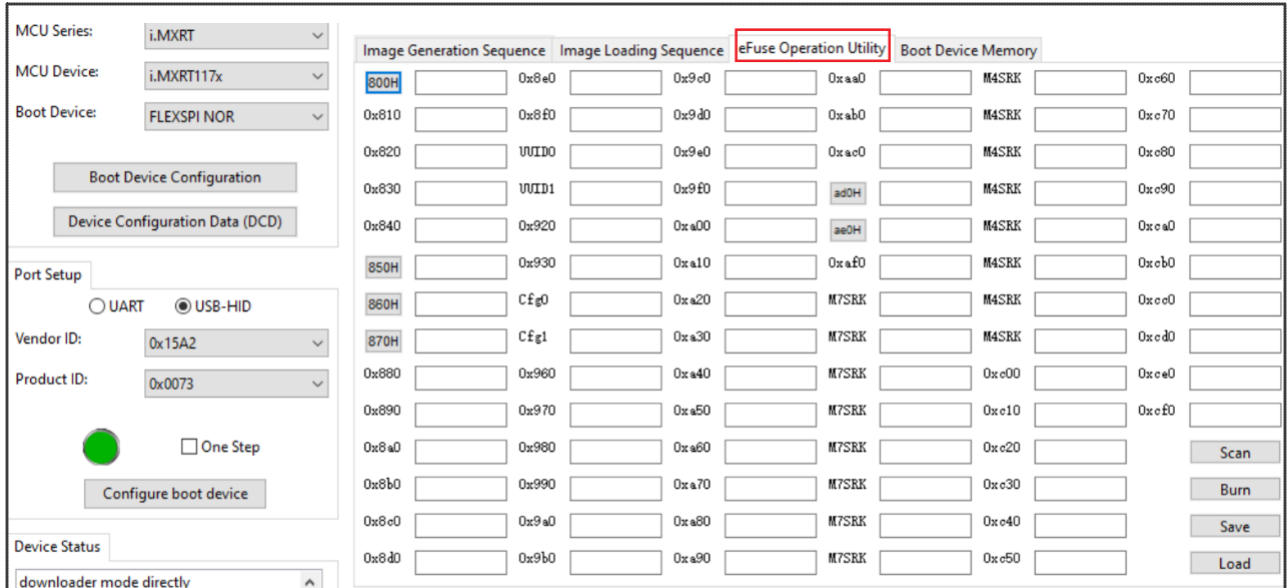
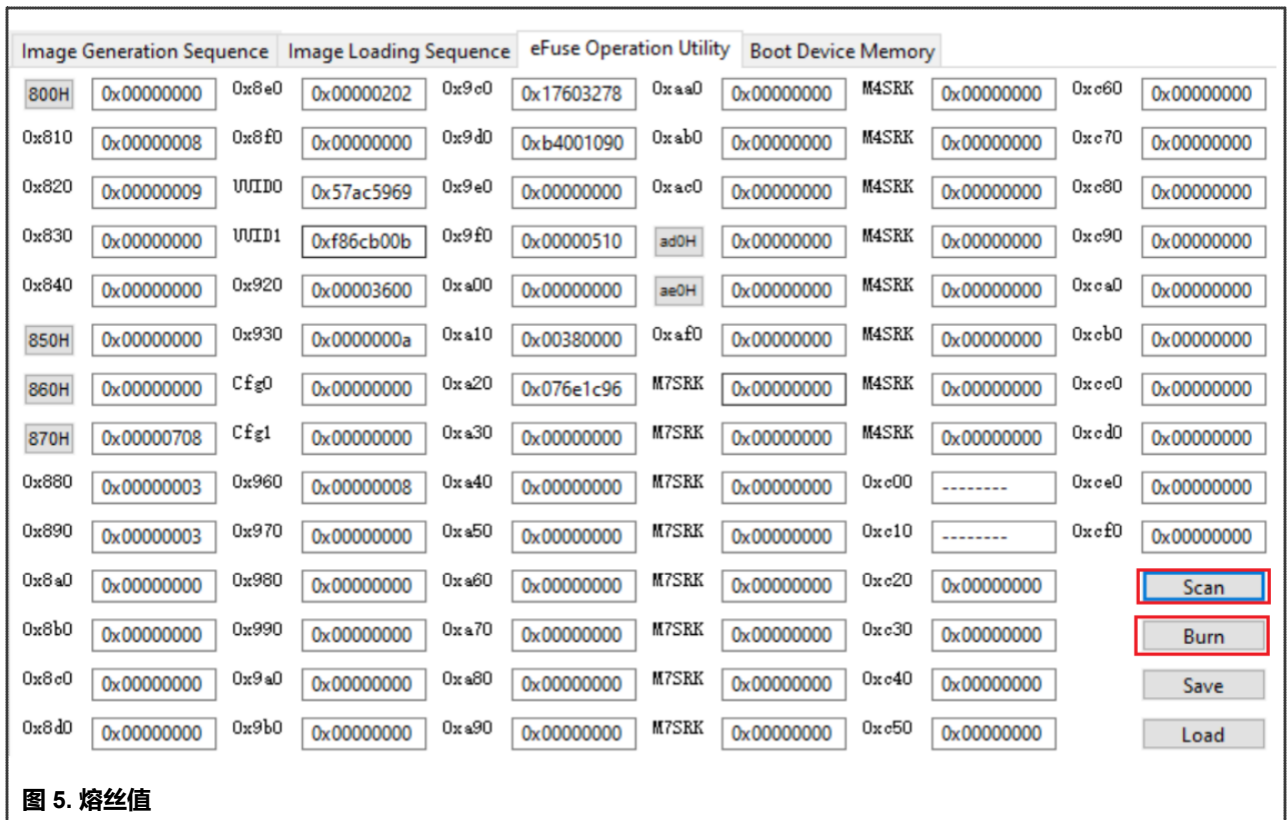

图 4. eFuse 操作工具面板
图 5. 熔丝值
- 在图 3 中，点击“连接到 Flashloader”，然后进入“eFuse 操作工具面板”，如图 4 所示。
- 在图 4 中，按下“扫描”按钮，熔丝值就会被加载，如图 5 所示。可以编辑熔丝值，并按下“烧录”按钮，将新的熔丝设置落实到芯片上。